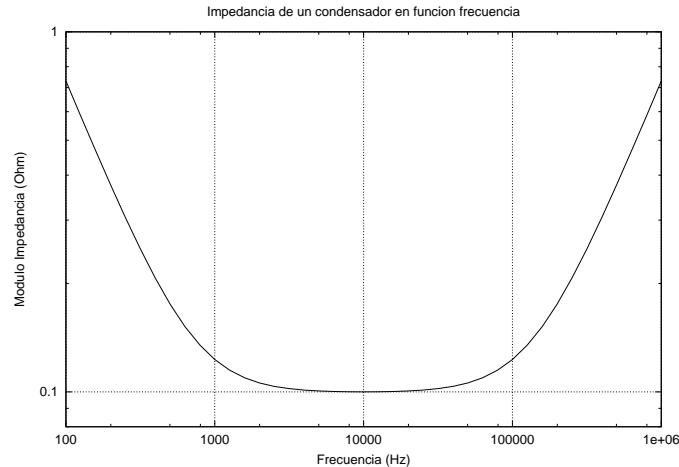

Figura 3.18: Impedancia de un condensador real de 2200  $\mu\text{F}$ . Datos basados en la serie AML 138 de Philips.
2. Todo condensador tiene inductancia serie. Una forma de analizar este fenómeno es midiendo la impedancia del condensador con la frecuencia. La impedancia de un condensador ideal es inversamente proporcional a la frecuencia, pero la impedancia de un condensador real, baja hasta un punto en el que empieza a subir de nuevo (ver la figura 3.18). La inductancia a  $0,5\text{ MHz}$ 22 es de  $j\ 0,3\ \Omega$ 23. Este efecto, muy similar al anterior, produce una caída de tensión adicional, sólo que con desfase entre tensión y corriente.